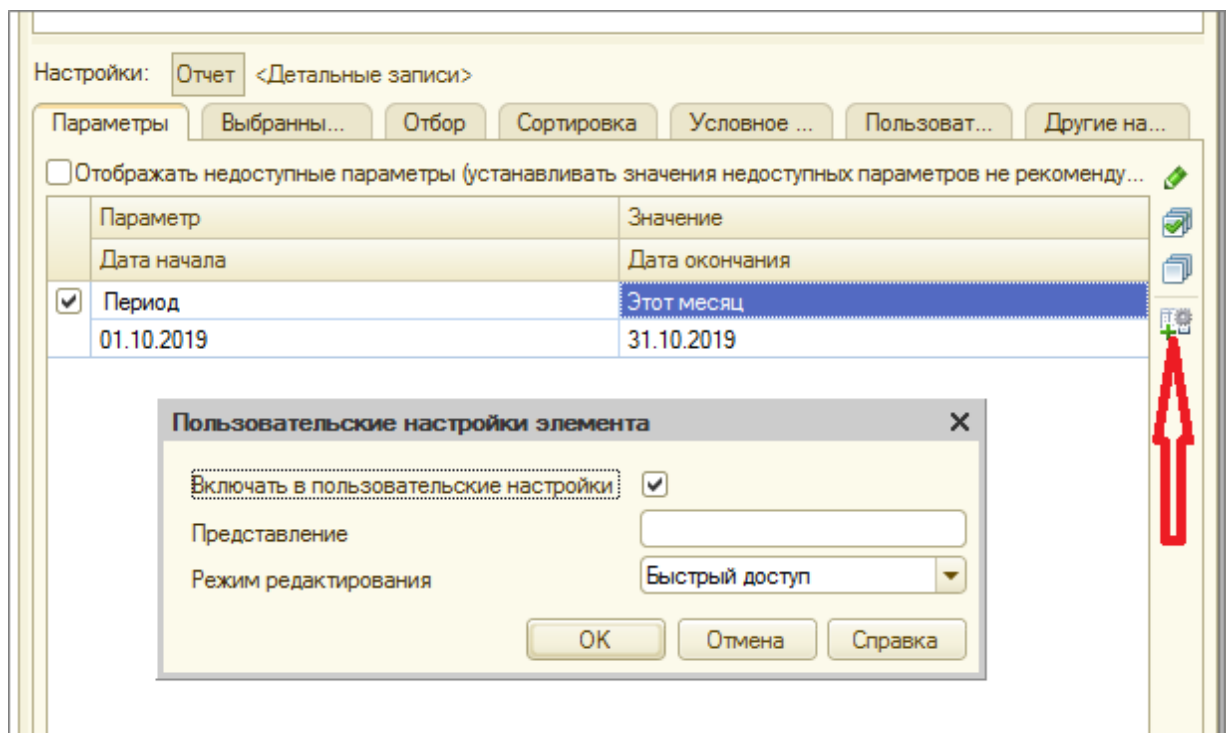

Рисунок 24.8 - Параметры отчета, настройка периода
10.3 Затем на закладке **Параметры** выберем для параметра **Период** значение из списка стандартных периодов – **Этот месяц** (рисунок 24.8). А также, нажав кнопку **Свойства элемента пользовательских настроек**, укажем, что параметр **Период** будет включен в состав пользовательских настроек, и эта настройка будет находиться непосредственно в отчетной форме (режим редактирования **Быстрый доступ**).